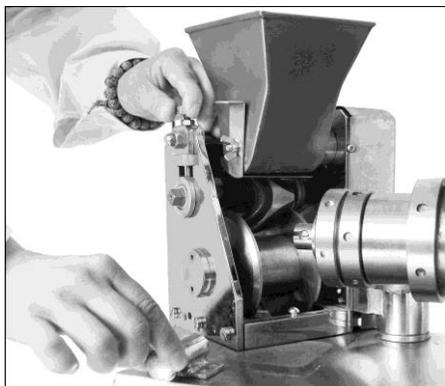

Рис.5
- Поверните Ручку держателя фарша (21) в положение «ON» (включено) и, после достижения нормальной работы аппарата выключите.
- Поверните формирующую головку (5) на 90° по часовой стрелке и отсоедините её от приводной системы (рис. 5);